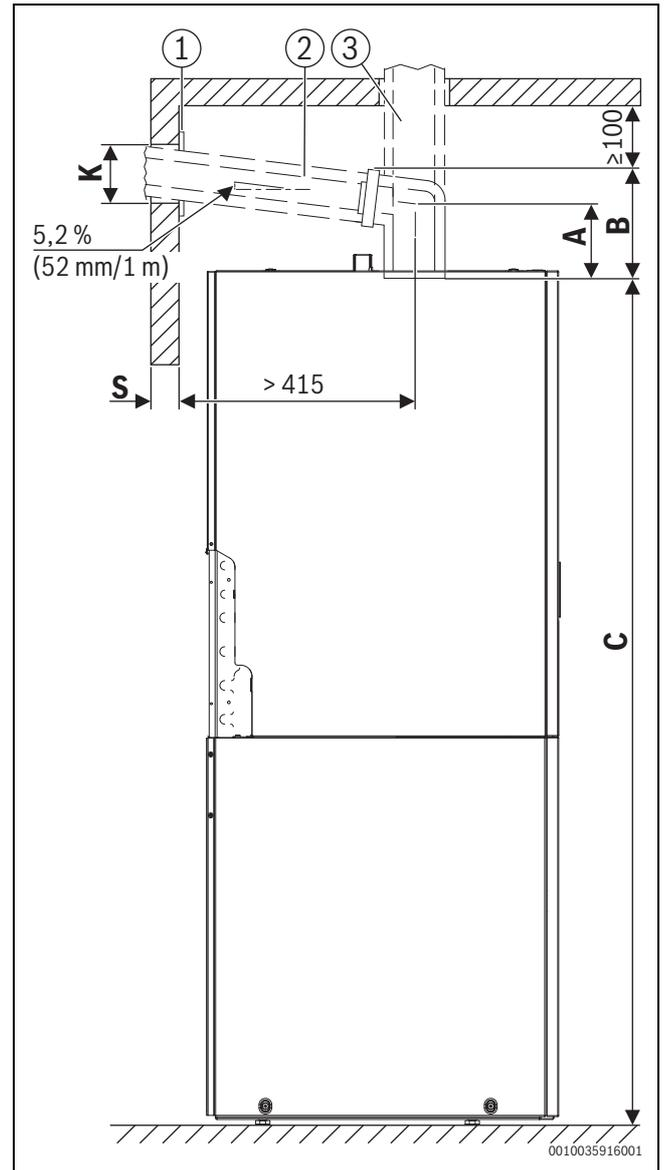

Fig. 16 Vue côté gauche (dimensions en mm)
- Si nécessaire, ajouter la dimension du cache (→ Figure 16, [1]).